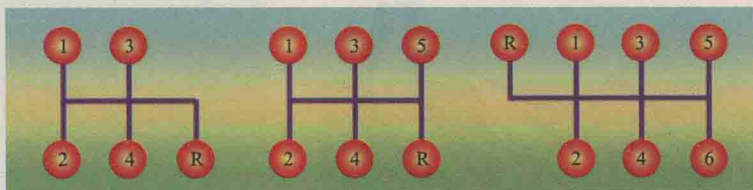

图 1-13 手动挡变速器挡位
(2) 变速杆的操纵 如图1-13所示,手动挡变速器一般有4~6个前进挡,还设有倒挡和空挡。其中,前进挡又可分为低速挡、中速挡和高速挡。